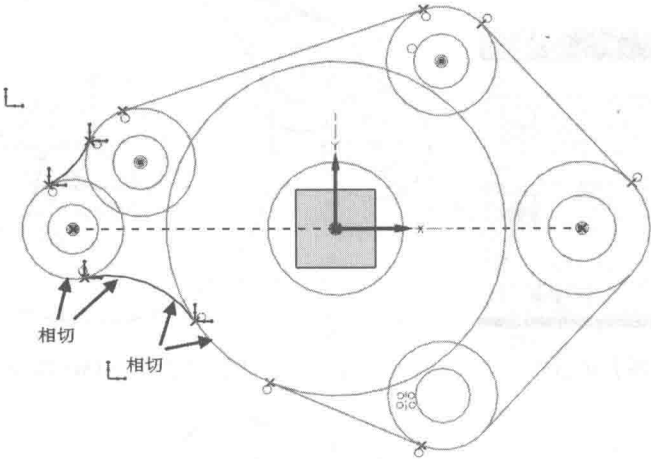

图 1-2-24 添加相切约束
(14) 添加几何约束。在【草图工具】工具条中选择（约束）按钮，如图 1-2-24 所示，在草图中分别选择圆弧与圆，草图左上角出现【约束】浮动工具条，在其中选择，约束其相切。